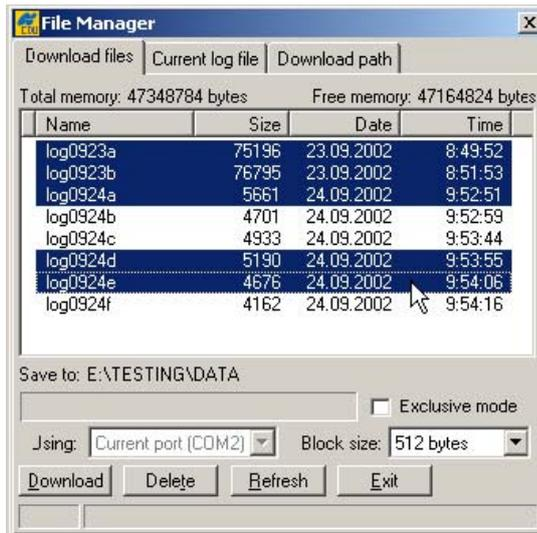

Рисунок 4-3. Копирование файлов
5. Выберите вкладку **Download files (Файлы для загрузки)** и в ней отметьте файлы, подлежащие копированию (см. рисунок 4-3 на странице 4-3).